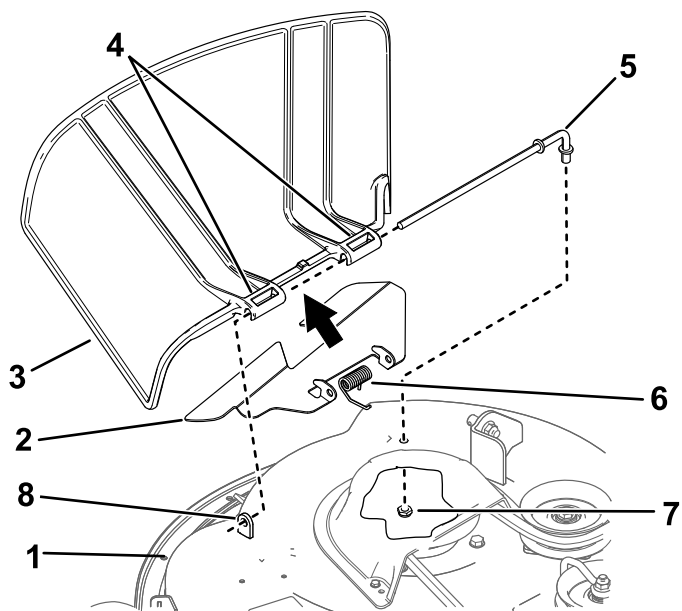

Bild 74
- Nehmen Sie die Mutter ($\frac{3}{8}$ ") aus der Stange unter dem Mähwerk ab (Bild 74).
- Schieben Sie die Stange aus dem kurzen Vorsprung, der Feder und dem Ablenkblech (Bild 74).
- Montieren Sie das neue Ablenkblech (Bild 74).
- Schieben Sie die Stange durch den zweiten Drehzapfen am Grasablenkblech (Bild 74).
- Befestigen Sie das hintere Stangenende mit einer Mutter (3/8") am Mähwerk, wie in Bild 74 abgebildet.